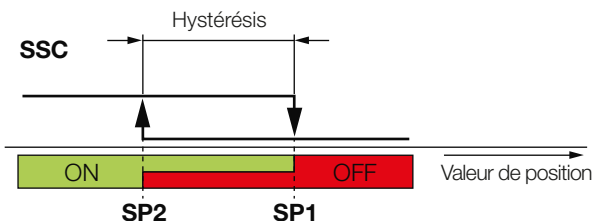

Fig. 6-3 : Exemple pour la détection de présence en mode deux points
- Mode deux points (*two-points mode*, Fig. 6-3) : valeur : 3